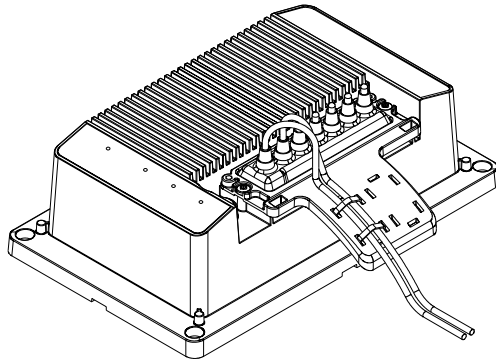

Figure 2.3 - NAIS-300 Assemblage final
- 7** Faites décrire une boucle aux câbles et fixer les sur la bride de fixation (figure 2.3).
Le câble d'antenne doit se terminer par une prise PL259 standard marine, connectez la prise sur le coté dU NAIS-300 et vissez la bague de serrage. Figure 2.3.